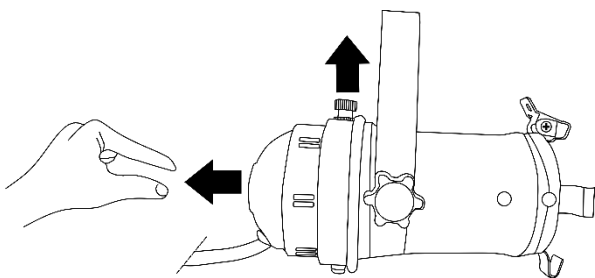
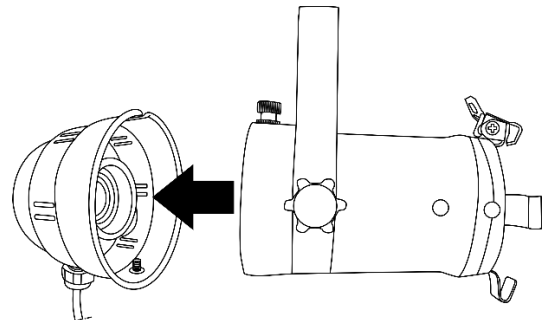

Abb. 03
Abb. 04
- 02) Ziehen Sie den Federhebel in Pfeilrichtung und nehmen Sie die hintere Abdeckung des Leuchtmittels ab (Abb. 03 und Abb. 04).